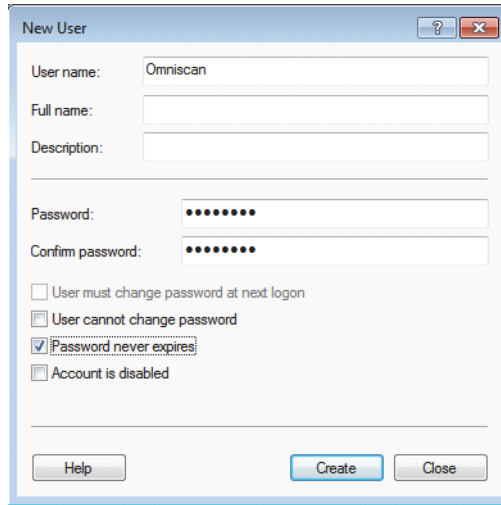

Рис. 7-26 Диалоговое окно Новый пользователь (Windows 7)
5. В текстовом окне **User name** (Имя пользователя) в диалоговом окне **New User** (Новый пользователь) напечатайте **Omniscan**, соблюдая использование заглавных букв (см. Рис. 7-26 на стр. 220).